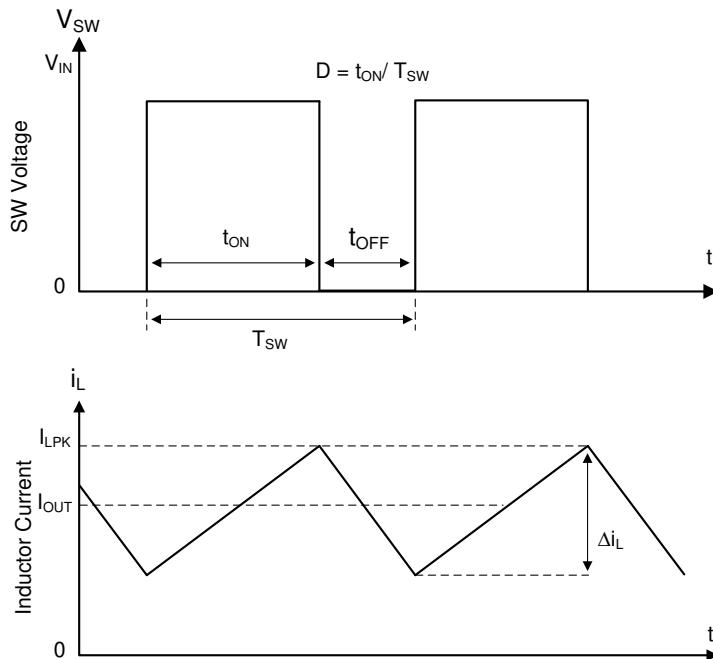

図 7-1. 連続導通モード (CCM) における SW ノードとインダクタ電流の波形
LMR544xx の以下の動作の説明は、セクション 7.2 と以下の波形 (図 7-1) を参照しています。LMR544xx は、ハイサイド (HS) およびローサイド (LS) スイッチ (同期整流器) を内蔵した同期整流降圧コンバータです。LMR544xx は、制御されたデューティサイクルでハイサイドおよびローサイドの NMOS スイッチをオンにすることにより、出力電圧の安定化を実現します。ハイサイドスイッチのオン時間中には、SW ピンの電圧がほぼ V_{IN} まで上昇し、インダクタ電流 i_L が $(V_{IN} - V_{OUT})/L$ の傾きで直線的に増加します。制御ロジックによってハイサイドスイッチがオフになると、貫通電流を防止するデッドタイムの経過後に、ローサイドスイッチがオンになります。インダクタ電流は、ローサイドスイッチを通して $-V_{OUT}/L$ の割合で放電されます。降圧コンバータの制御パラメータは、デューティサイクル $D = t_{ON}/t_{SW}$ と定義されます。ここで、 t_{ON} はハイサイドスイッチオン時間、 t_{SW} はスイッチング周期です。コンバータ制御ループは、デューティサイクル D を調整することにより、出力電圧を一定に維持します。損失を無視できるような理想的な降圧コンバータでは、次の式のように、 D は出力電圧に比例し、入力電圧に反比例します。 $D = V_{OUT} / V_{IN}$ 。